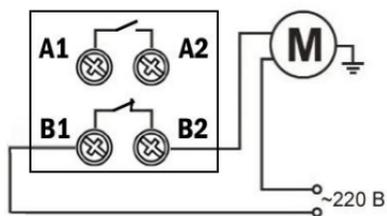

Рисунок 3
4.1. Подключите насос или клапан к сети питания через контакты В1 и В2, как показано на рис. 3.
5.1. Подключите внешнее оборудование к сети питания через контакты В1 и В2, как показано на рис. 3.